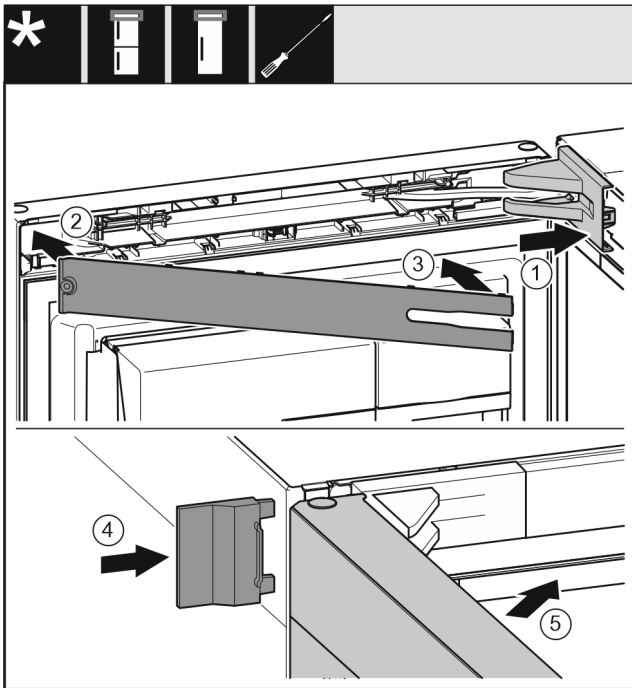

Fig. 25
- Sätt på lagerbocksskyddet och klicka fast det; skjut ev. försiktigt isär det. Fig. 25 (1)
- Sätt på panelen. Fig. 25 (2)
- Vrid in och tryck fast panelen. Fig. 25 (3)
- Skjut på det yttre skyddet. Fig. 25 (4)
- Stäng den övre dörren. Fig. 25 (5)